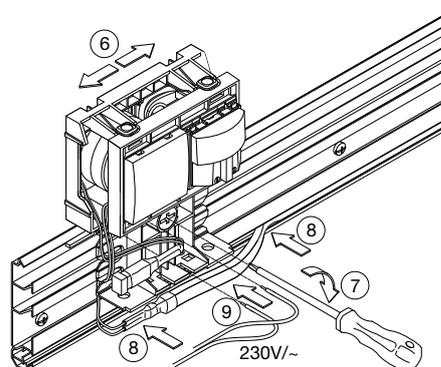

Figure 8
(fig. 8)
4. Raccorder le transformateur et le détecteur de mouvements (fig. 8)